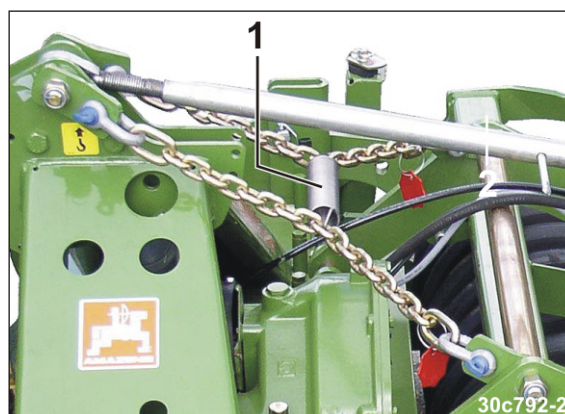

Bild 86
6. Förbind kedjorna med en dragfjäder (Bild 86/1). I obelastat skick ska kedjorna inte beröra jordbearbetningsmaskinens torn.